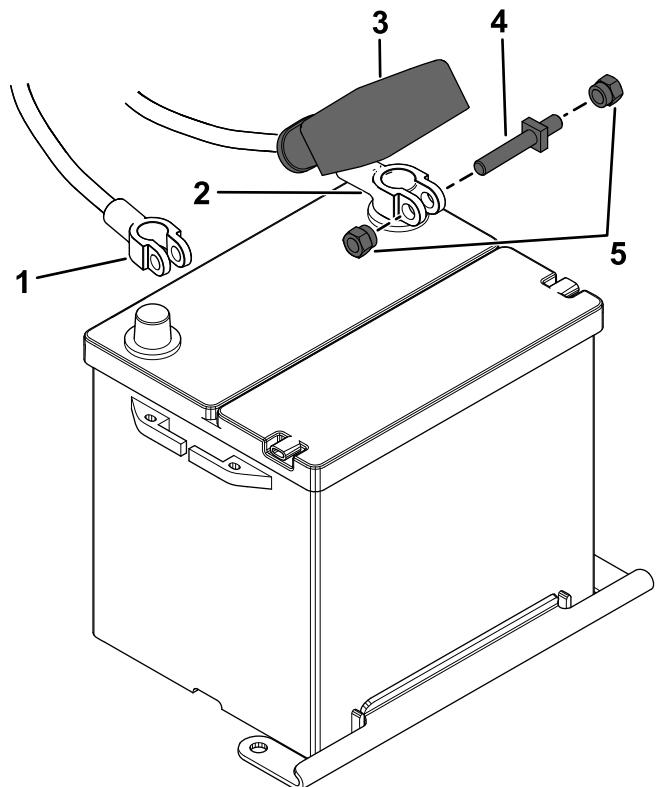

Figure 4
1. Branchez le câble positif (rouge) de la batterie à la borne positive (+) de la batterie et fixez-le en place avec les boulons et les écrous (Figure 4).
2. Placez ensuite le capuchon isolant sur la borne positive (Figure 4).
3. Branchez le câble négatif (noir) de la batterie à la borne négative (-) de la batterie, et fixez-le en place avec les boulons et les écrous (Figure 4).